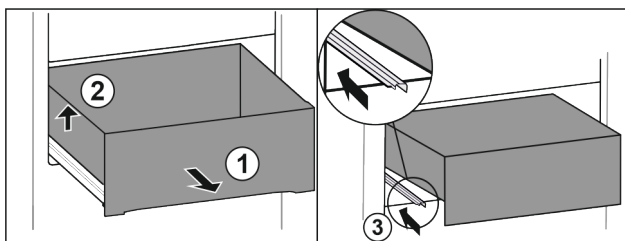

Fig. 92
- ▶ Wysunąć szufladę do oporu. Fig. 92 (1)
- ▶ Unieść szufladę po lewej. Fig. 92 (2)
- ▶ Wsunąć lewą szynę. Fig. 92 (3)